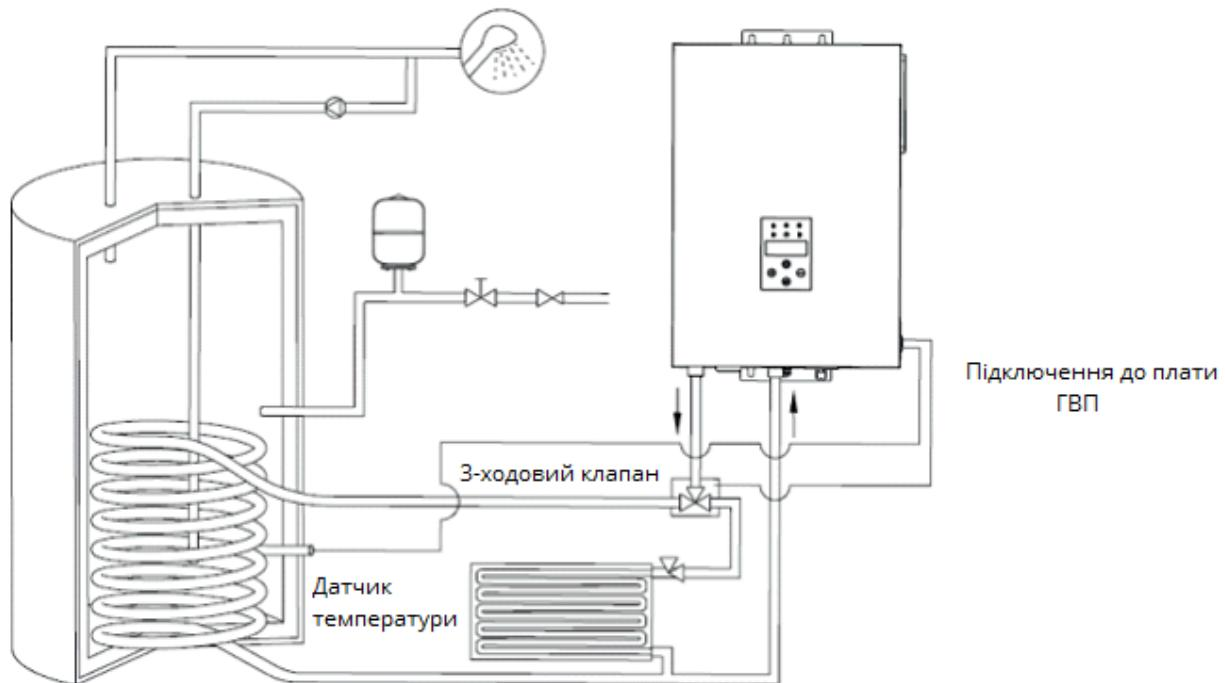

Рисунок 16
- Приєднайте дроти до клемних колодок відповідно до наведених вище інструкцій, потім знову встановіть клемні колодки в плату (рис.16).